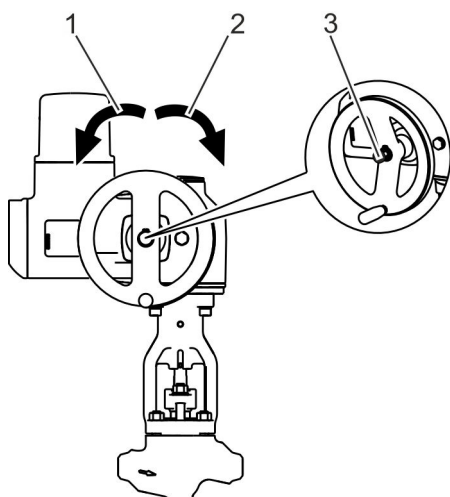

Abb. 24: Elektrischer Antrieb: Handrad im Notfall betätigen
2. ➤ Handrad einkuppeln (Abb. 24/3).
- Drehen im Uhrzeigersinn (Abb. 24/2): Armatur schließen.
- Drehen gegen den Uhrzeigersinn (Abb. 24/3): Armatur öffnen.